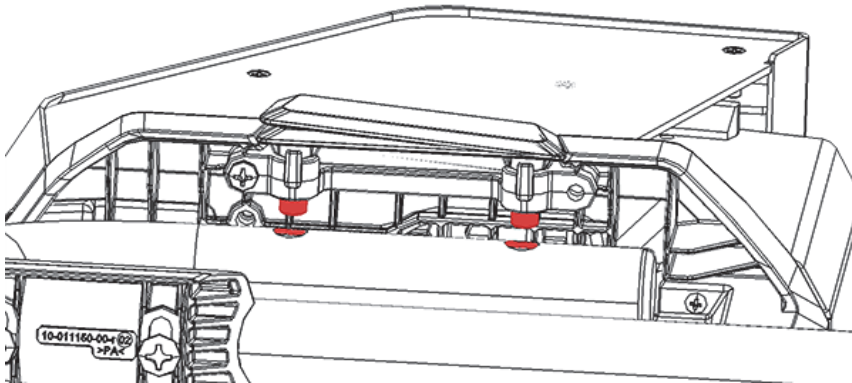

Figure B-8 Poste de travail – Chambre d’analyse (vue de dessous)
4. Faites glisser la chambre d’analyse d’avant en arrière pour en aligner les clavettes avec les trous du support (voir Figure B-8 à la page 118) jusqu’à ce que les clavettes s’y insèrent en émettant un clic audible.
- ◆ Insérez une batterie Vanta dans le compartiment à cet effet situé à l'arrière du poste de travail (voir Figure B-8 à la page 118).
- ◆ Connectez la prise d'alimentation c.c. de l'adaptateur d'alimentation c.a. au connecteur d'alimentation c.c. situé à l'arrière du poste de travail (voir Figure B-8 à la page 118).
2. Déconnectez la prise d'alimentation c.c. du connecteur d'alimentation c.c. situé à l'arrière du poste de travail (voir Figure B-8 à la page 118).